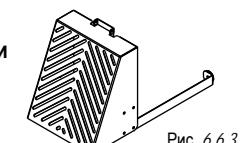

Рис. 6.6.3
6.6.5 Защитное приспособление для патрубка при использовании пластин с отверстием > 8 мм (Рис. 6.6.3)